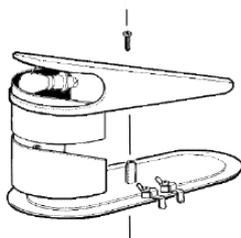

figura 17
**3** Sostituzione della lampada del coperchio luminoso: togliere l'apposita vite posta nella parte superiore del coperchio, estrarre la parte inferiore e sostituire la lampada (utilizzare una lampada da 24-28V 21W max). Rimontare il coperchio e chiuderlo con l'apposita vite. (vedere figura 17).